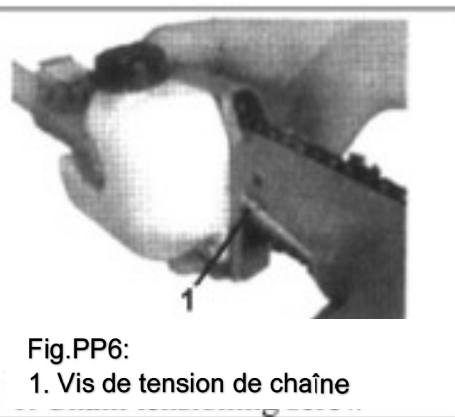

Fig.PP6:
- 3) Soulevez le nez du guide en tournant la vis de tension de la chaîne. Voir Fig.PP6